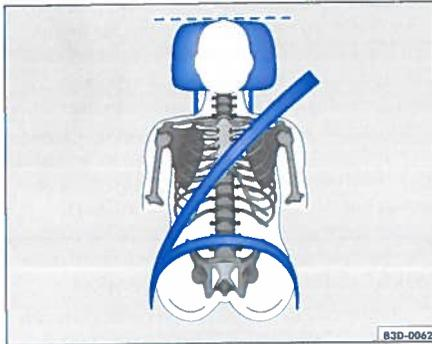
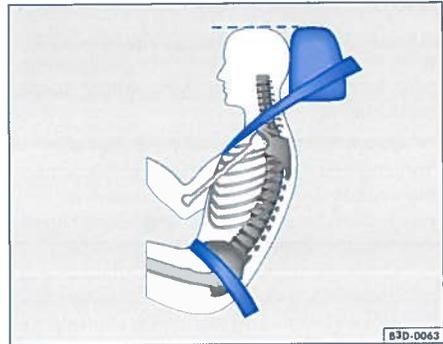

Abb. 3 Richtig eingestellte Kopfstütze von vorn betrachtet
Abb. 4 Richtig eingestellte Kopfstütze von der Seite betrachtet
- Die Kopfstützen sollten so eingestellt werden, dass der obere Rand auf selber Höhe wie der obere Punkt des Kopfes oder so nah wie möglich an diesem Punkt liegt ⇒ Abb. 3 und ⇒ Abb. 4.